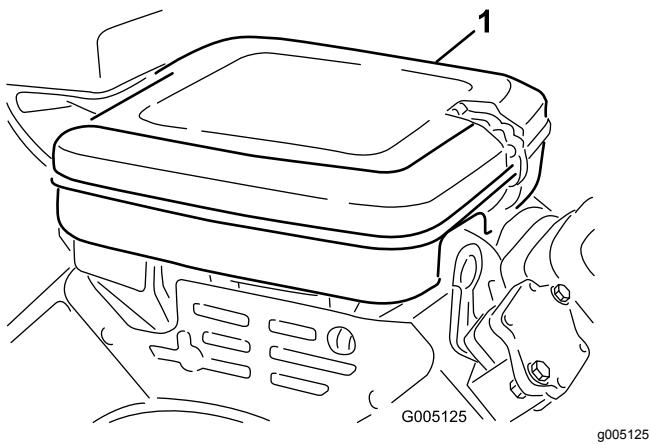

Figura 25
- Limpe bem a cobertura (Figura 25).